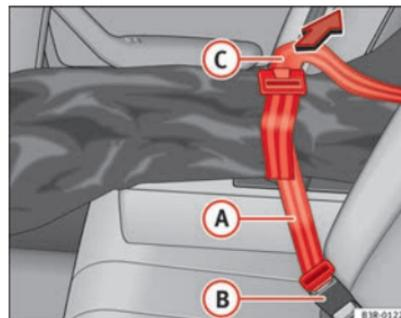

Abb. 118 Sicherung des Durchladesacks am mittleren Gurtschloss der Rücksitzbank
- Den Sicherungsgurt  ⇒ Abb. 118 des Sackes in das mittlere Gurtschloss  stecken.